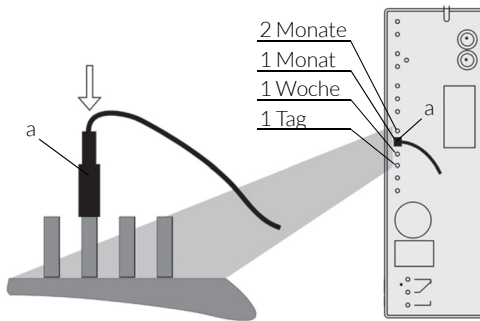

Abb. 3: Zeitsteuerung
- / Auf der Steuerelektronik der Automatik das gewünschte Zeitintervall für den zeitgesteuerten, automatischen Rückspülvorgang wählen. Durch Umstecken des Kabelschuhs (a) das gewünschte Zeitintervall wählen (siehe Abb. 3). Die wählbaren Zeitintervalle sind seitlich auf der Steuerungselektronik beschriftet.